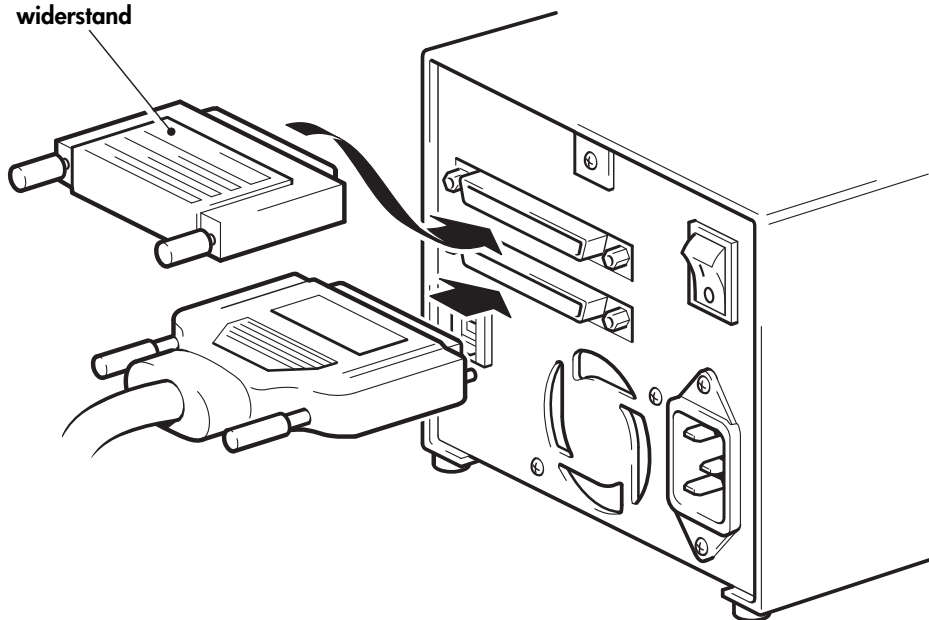

Abbildung 5: Anschließen des SCSI-Kabels
- 4 Schließen Sie den HD-Stecker des SCSI-Kabels an einen SCSI-Eingang auf der Rückseite des Bandlaufwerks an, und ziehen Sie die Schrauben am Anschluss an. (Siehe Abbildung 5.)